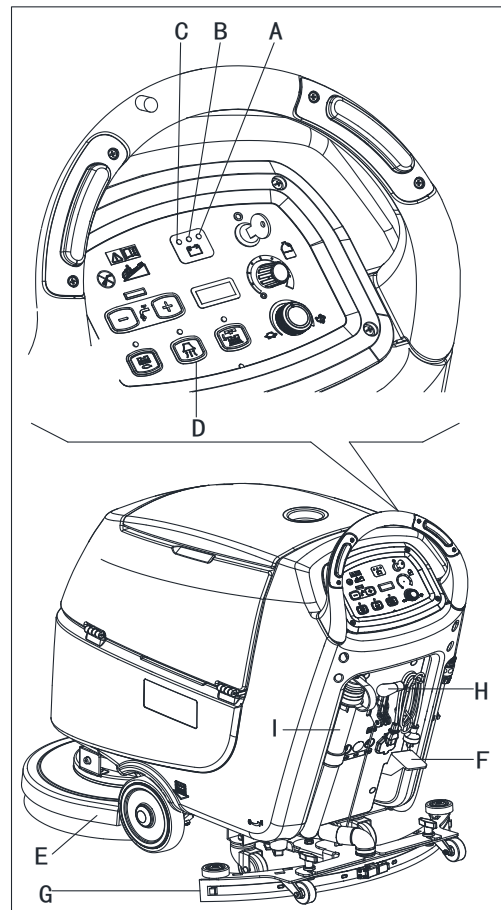
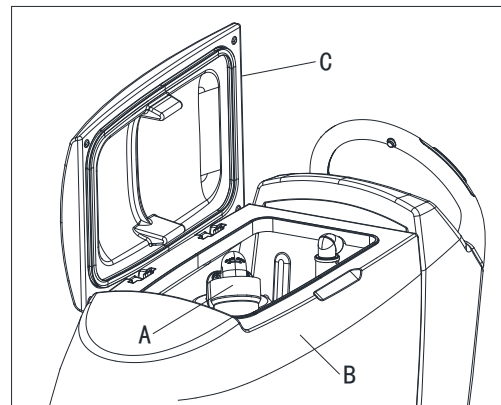

Figura 8
Figura 9
Se o sistema a vácuo for desligado acidentalmente (por exemplo, quando a bóia é activa devido a um movimento súbito da máquina), para continuar a operação: desligue o sistema a vácuo pressionando o interruptor (D, Figura 8), abra o revestimento (C, Figura 9) e verifique se a bóia dentro da grelha (A) desceu para o nível da água. De seguida, feche o revestimento (C) e ligue o sistema a vácuo pressionando o interruptor (D, Figura 8).